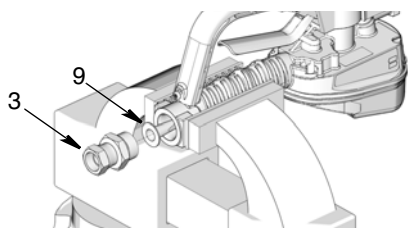

FIG. 2
2. Instale o filtro (9) e o acessório (3) na entrada (FIG. 2). Use uma chave para apertar o acessório.